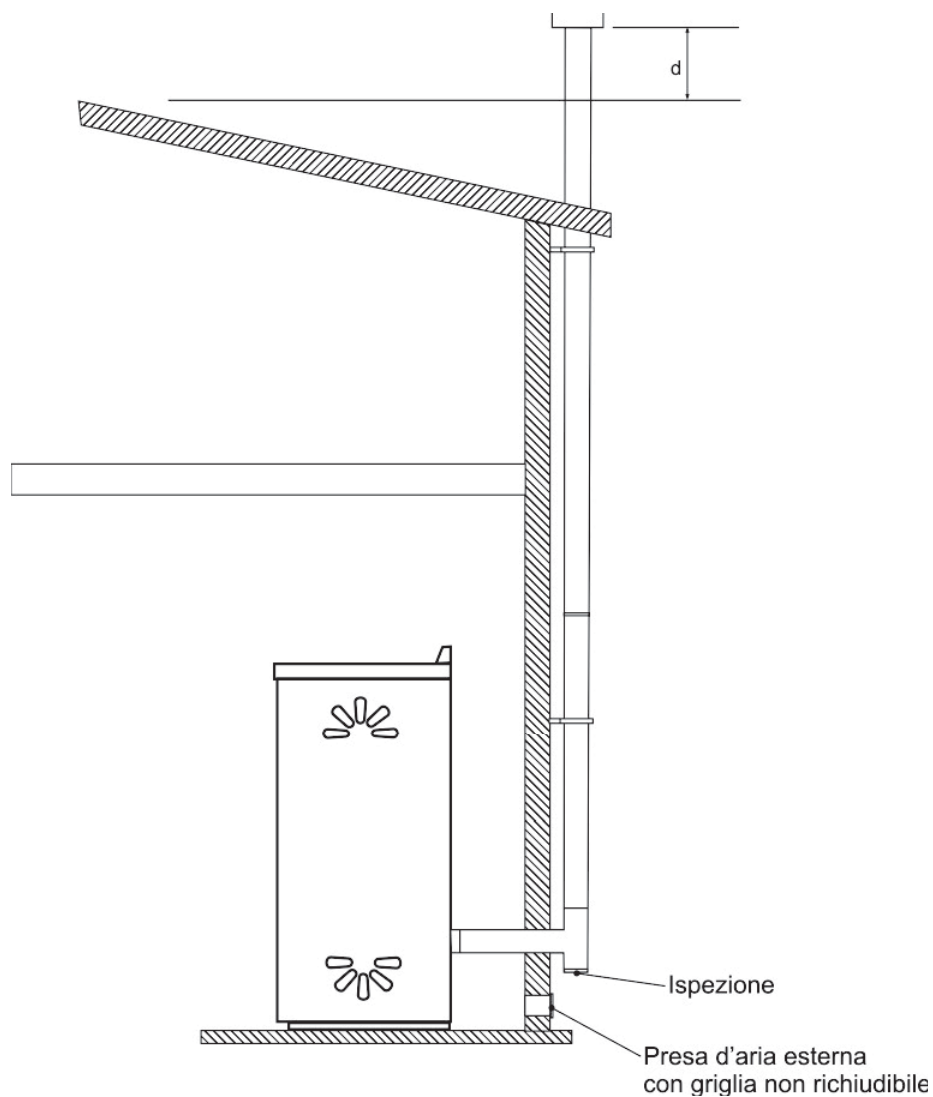

Fig. 13
- Devono essere utilizzati solo tubi isolati (doppia parete) in acciaio inox fissati all'edificio (fig.13).
Nella fig. 13 è rappresentata la soluzione da adottare nel caso si voglia utilizzare un condotto fumi esterno.